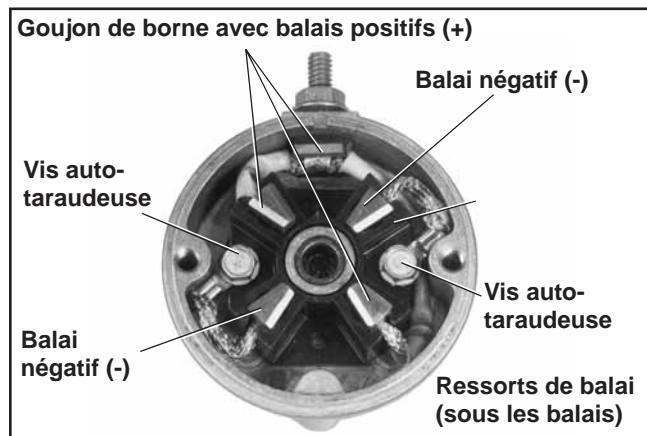

Figure 8-15. Capuchon d'extrémité de commutateur de type « A » avec balais.
1. Retirer les ressorts de balais des logements dans le support de balais. Voir la figure 8-15.